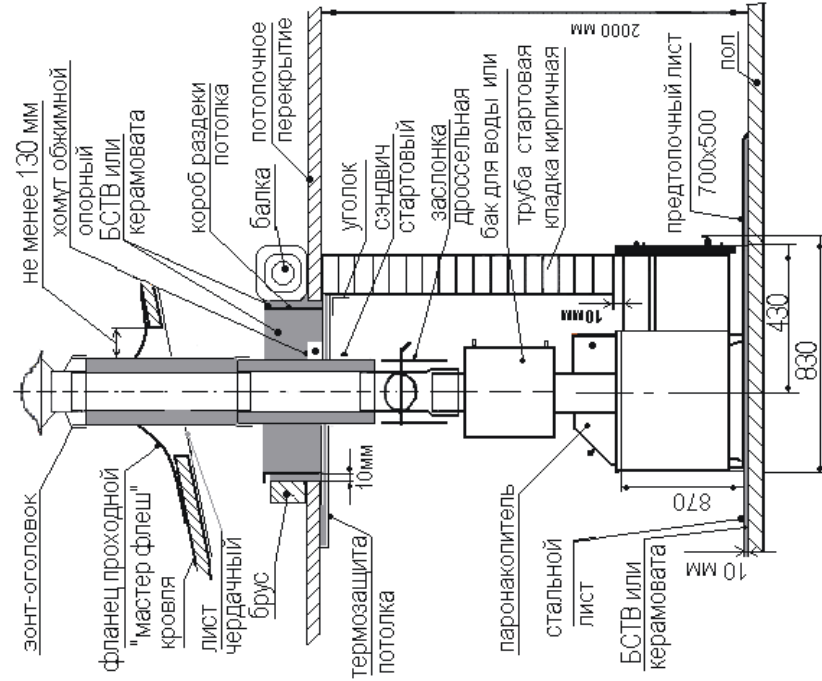

Рис.7. Схема установки печи «Чародейка»
7.13. Прохождение дымохода сквозь кровлю осуществляется с помощью фланца проходного «мастер флеш», гарантирующего как пожарную безопасность кровли, так и ее гидроизоляцию в месте прохождения дымохода (см. рис.7). Предварительно в кровле, в соответствии с осью дымохода, необходимо сделать отверстие, гарантирующее отступление всех возгораемых элементов кровли от наружной поверхности «сэндвича» на расстояние не менее 130 мм. В зависимости от типа примененного кровельного материала выполнить работы по его сопряжению с установленным «мастер флеш».
7.14. На внутренней стороне кровли в зоне прохождения дымохода установить чердачный лист (см.рис.7).